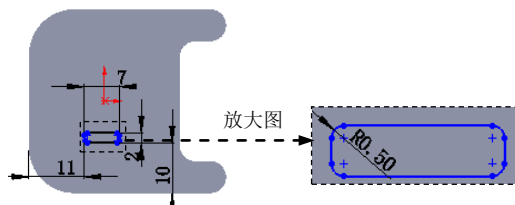

图 12.3.20 横断面草图
② 定义横断面草图。在草图环境中绘制图 12.3.20 所示的横断面草图。
(3) 定义切除深度属性。在“切除—拉伸”对话框 **方向 1** 区域的下拉列表中选择 **给定深度** 选项，选中 ☒ **与厚度相等(L)** 复选框与 ☒ **正交切除(N)** 复选框。其他选择默认设置值。
(4) 单击  按钮，完成切除—拉伸 1 的创建。